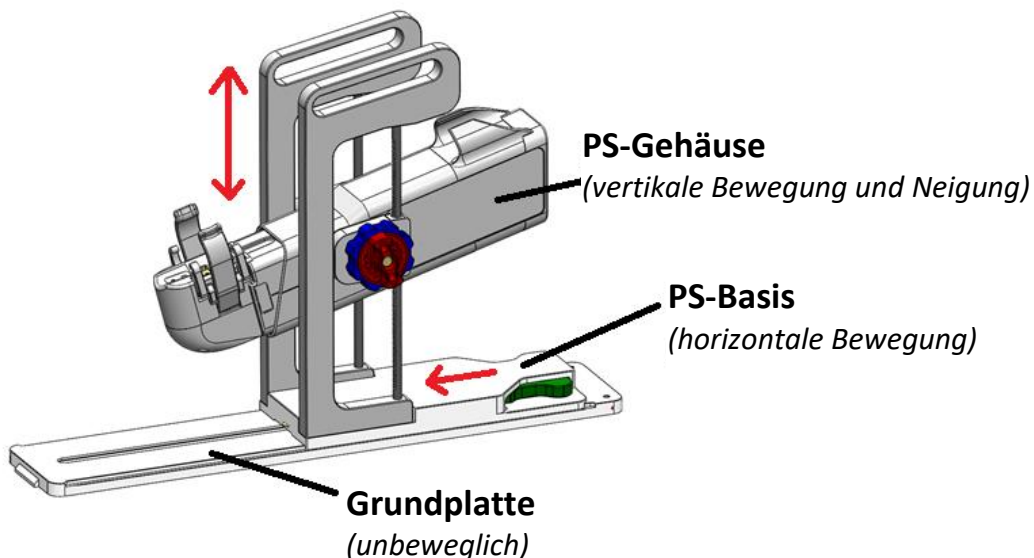

Abbildung 31: Einstellen des Positionierungssystems
5. **MRT-MTRA:** Bringen Sie das PS manuell in Position, sodass der UA-Greifer im natürlichen Winkel des UA im Patienten ausgerichtet ist. Passen Sie die Basis des PS manuell in der Höhe und im Vorschub an, und neigen Sie die Linearachse des PS nach oben und nach unten (*Abbildung 31*).
HINWEIS: Drehknöpfe und Hebel des PS besitzen keine Farbkennzeichnung wie in *Abbildung 31* gezeigt. Sie sind hier lediglich zum Veranschaulichen dieser Anweisungen farblich gekennzeichnet.